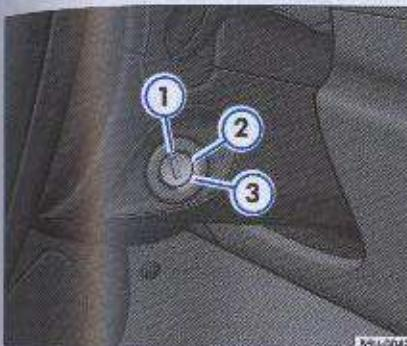

Fig. 98 Posiciones de la llave de contacto
→ página 121, fig. 98 para arrancar el motor.
- Girar la llave de contacto hasta la posición ① → página 121, fig. 98.